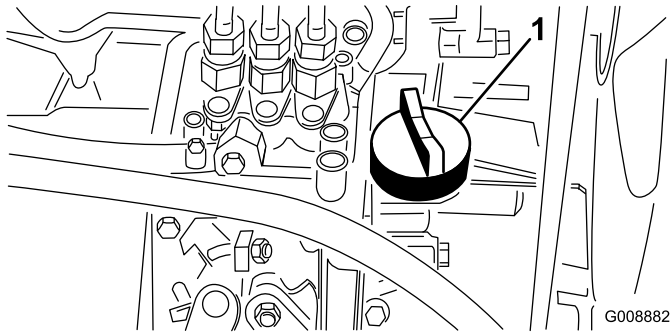

Figura 20
4. Si el nivel de aceite es bajo, retire el tapón de llenado (Figura 20) y añada poco a poco pequeñas cantidades de aceite, comprobando el nivel frecuentemente, hasta que el nivel llegue a la marca de lleno de la varilla.